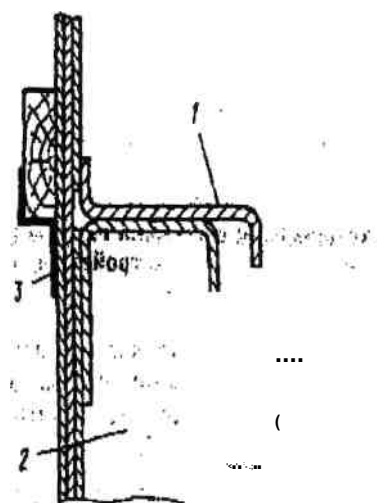

Рис. 8.8. заделка зазора между обвязкой кровли и торцевой стеной:
2.7 Заделка зазора между обвязкой крыши и торцевой стеной (рис. 8.8) производится наклеиванием полос стеклоткани шириной до 200 мм по всей длине зазора.